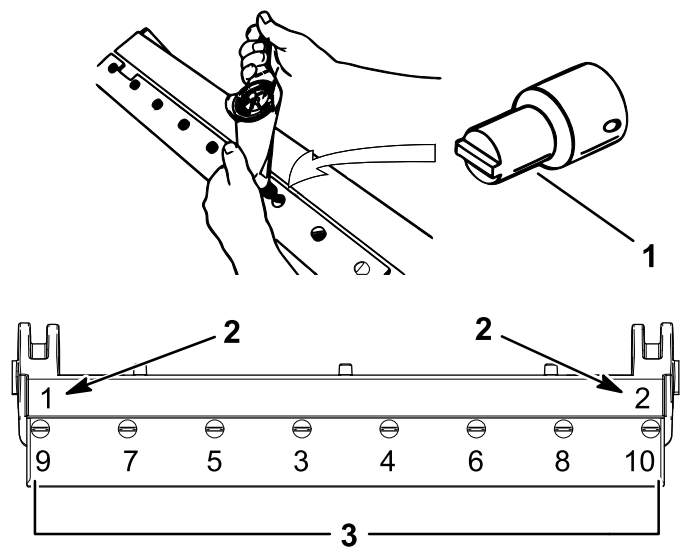

Figure 33
- Serrez les 2 vis extérieures à 1 N·m ; voir Figure 33.
- En partant du centre de la contre-lame, serrez les vis à un couple de 23 à 28 N·m ; voir Figure 33.